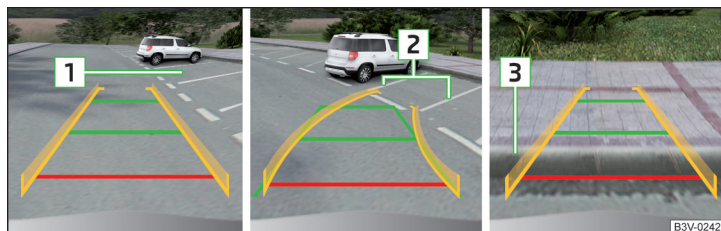

Fig. 283 Visualización de la pantalla
- Desplazarse lentamente por la plaza de aparcamiento **1** » fig. 283 y parar el vehículo.